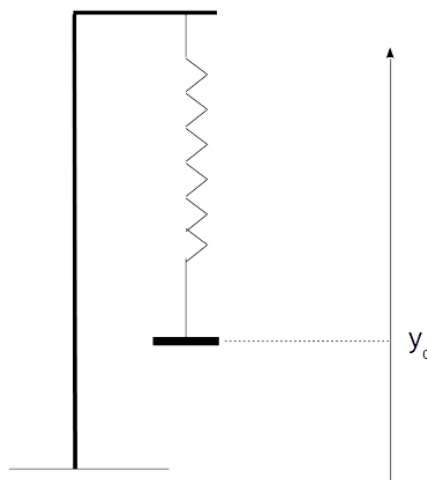

Figura 1: Montagem do experimento para se determinar a constante elástica de uma mola.
2. Anote a posição inicial y_0 , conforme a figura 1. Esse será o seu valor de referência considerando que $F_R = 0$ nesta situação, ou seja, estaremos desprezando o alongamento produzido pelo suporte.